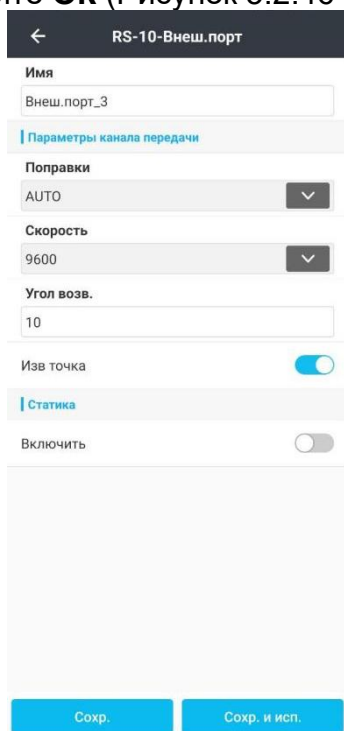
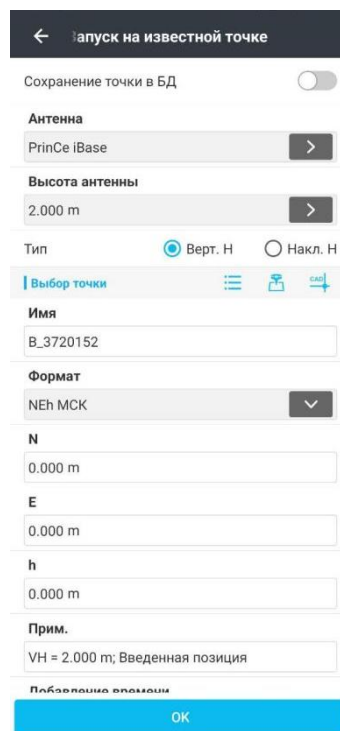

Рисунок 5.2.46
Рисунок 5.2.47
4. Задайте координаты точки либо измерьте их в автоматическом режиме и нажмите **ОК** (Рисунок 5.2.46 и Рисунок 5.2.47).